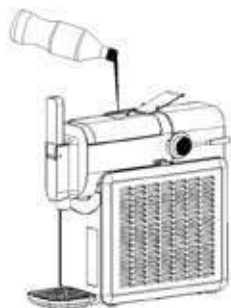
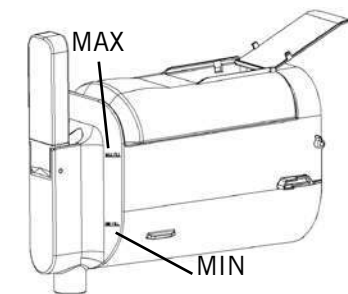

Abb. 5
Abb. 6
2. Öffnen Sie den Deckel des Mischbehälters und gießen Sie die benötigte Flüssigkeit langsam hinein (Abb. 5). Beachten Sie dabei stets die Min- und Max-Markierung (Abb. 6). Wenn Sie zu wenig Flüssigkeit einfüllen, wird diese nicht gut genug vermischt. Füllen Sie zu viel Flüssigkeit an, kann diese herauslaufen.